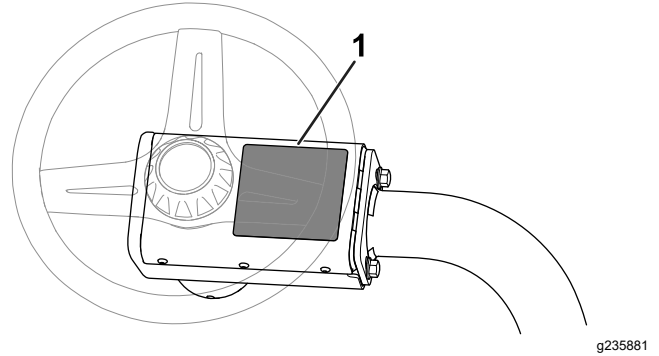

図8
- CE 警告デカルP/N 136-8505を、既存の警告デカルP/N 136-8506の上から貼り付ける。図8は警告デカルの貼り付け位置を示す。